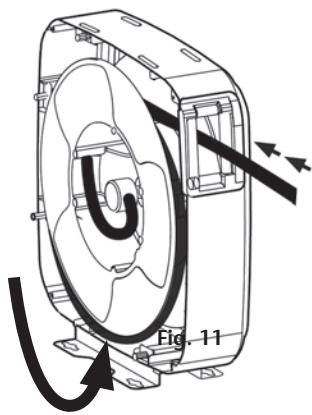

Fig.12
2. Unwind one turn and pull the hose (fig. 12).
2. Détendez un tour de flexible et retirez-le du tambour (fig. 12).
2. Quite una vuelta de manguera del interior del disco del enrollador (fig. 12).
2. Wickeln Sie eine Windung ab und straffen Sie den Schlauch (Fig. 12).